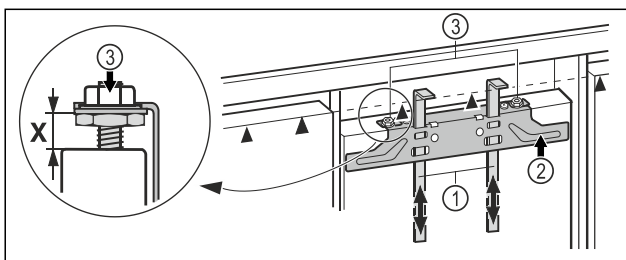

Fig. 43
- Shtyni lart ndihmëset e montimit Fig. 43 (1) në lartësinë e derës së mobilies. Buza e poshtme ndaluese ▲ e ndihmës së montimit = Buza e sipërme e derës së mobilies për montim.
- Lironi traversën e mbërthimit Fig. 43 (2) nëpërmjet kundërdadove Fig. 43 (3).